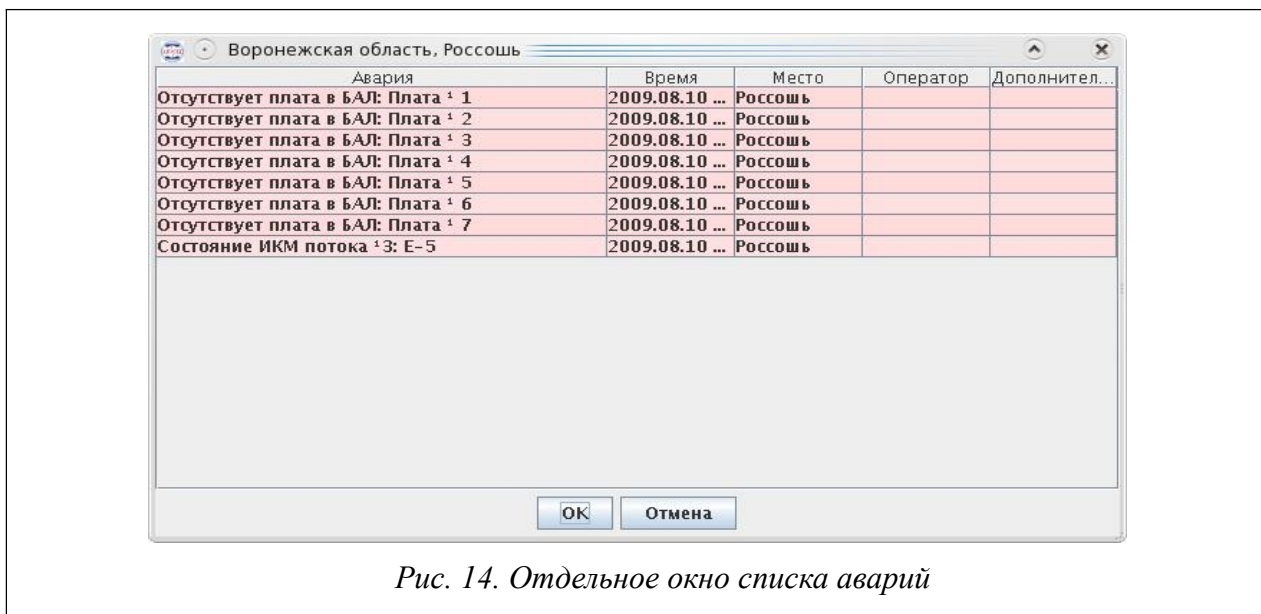

Рис. 14. Отдельное окно списка аварий
- «Список аварий» - При выборе данного пункта вы можете получить в отдельном окне список текущих аварийных сообщений по выбранному элементу (см. Рис. 14. Отдельное окно списка аварий);